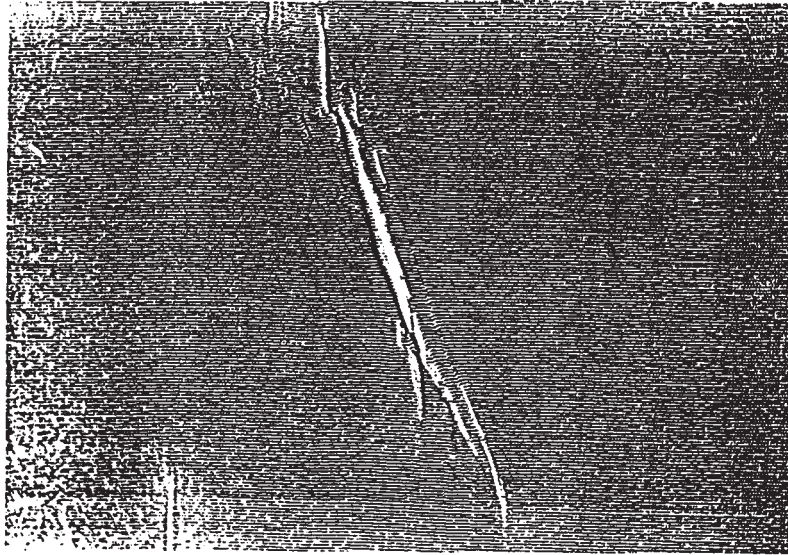

Bild 10
3.3 Falte im Gewebe: Eine kurze senkrechte Aufwerfung, die über die gesamte Breite verlaufen kann (siehe Bild 10).